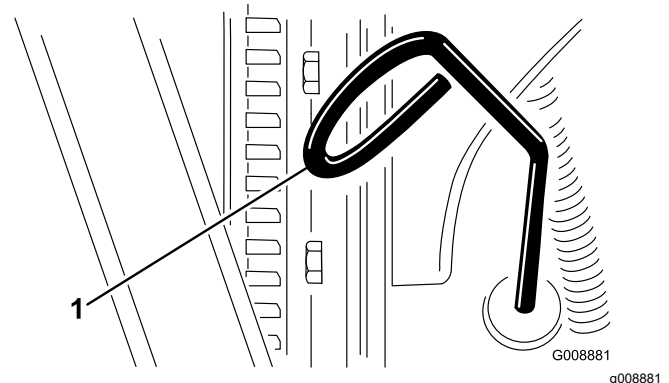

Bild 27
2. Nehmen Sie den Peilstab (**Bild 27**) heraus und wischen Sie ihn mit einem sauberen Lappen ab.